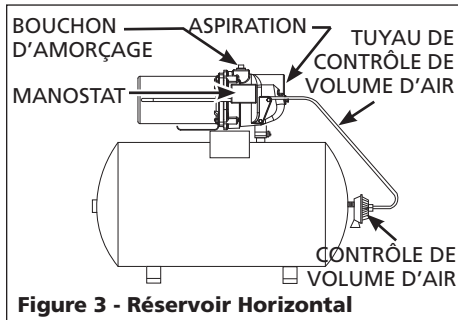

Figure 3 - Réservoir Horizontal
1. Enlever le bouchon d'amorçage (Figure 3 à la page 16).